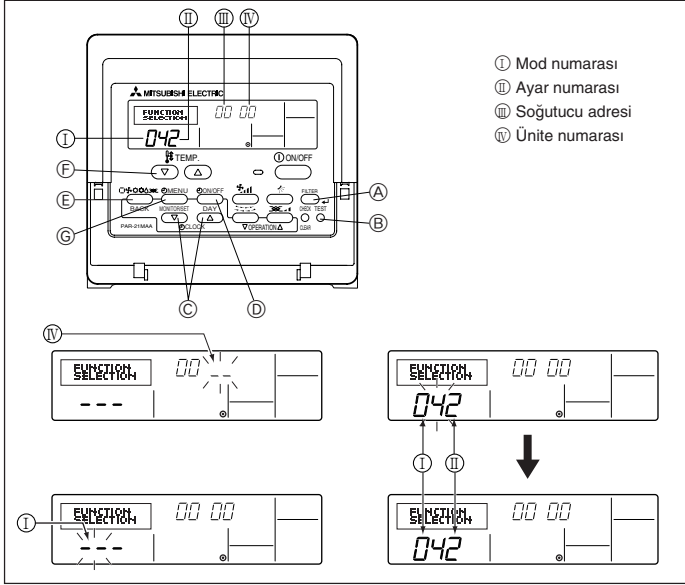

Fig. 6-8
1) Kablolü Uzaktan Kumanda için (Fig. 6-8)